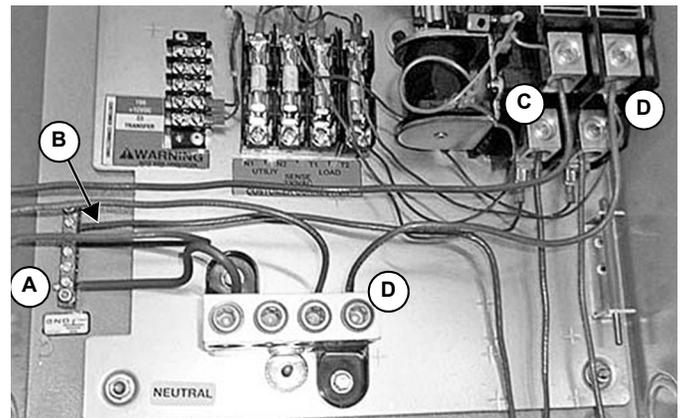

Figura 2-8.
15. Conecte la conexión a tierra del generador (verde/amarillo, B) al bloque de conexiones a neutro provisto (Figura 2-8).
16. Conecte el cable marrón activo (vivo) (C) al conector superior en la parte inferior del mecanismo de transferencia (Figura 2-8).
17. Fije el cable neutro (azul) en el terminal neutro (Figura 2-8).
18. Conecte un cable neutro azul (D) desde el terminal neutro al terminal superior en la parte inferior de mecanismo de transferencia. Asegúrese de hacer coincidir marrón con marrón y azul con azul en los conectores correspondientes (Figura 2-8).